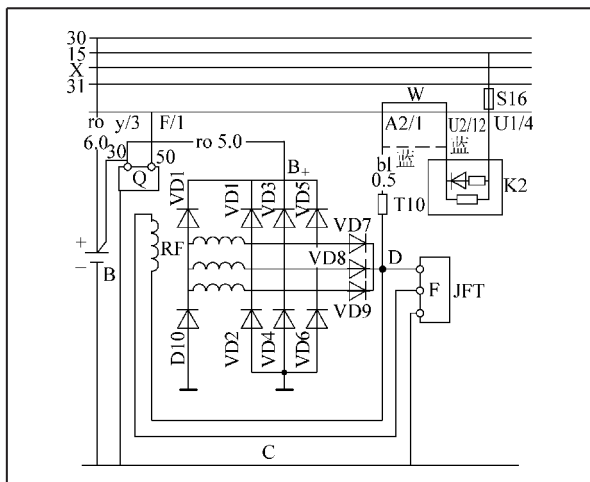

图 4-50 捷达轿车充电系统电路图
(1) 故障现象 一辆捷达轿车行驶途中，仪表板上的充电指示灯突然亮起，且发动机加速后，充电指示灯也熄灭。
(2) 故障原因 电压调节器损坏（内部短路）；发电机发电量较低，低于蓄电池的电压，充电指示灯经电压调节器构成闭合回路，指示灯亮；充电指示灯线路有接地之处，不经发电电压调节器，直接构成回路，充电指示灯闪亮；发电机不发电，充电指示灯经电压调节构成闭合电路，指示灯闪亮，电路如图 4-50 所示。
(3) 诊断与排除 起动发动机，用万用表测量发电机输出端 B+ 接线柱（发电机上粗线柱）对地的电压值，测量电压值为 12.4V，是蓄电池的电压。踩下加速踏板，逐渐提高发动机的转速，再次测量 B+ 接线柱对地的电压值，测量值仍为 12.4V。其结果表明发电机不发电。继续检查发电机不发电的原因。将点火开关转到 ON 位置，用万用表测量与发电机 D+